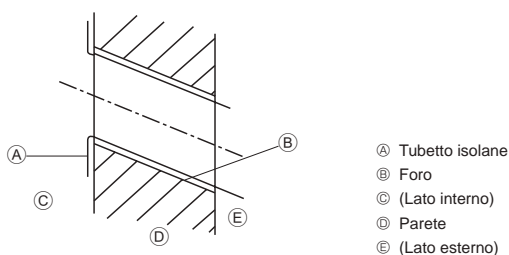

Fig. 3-3
- Ⓐ Piastra di montaggio ①
3.2.2. Fori della tubazione (Fig. 3-3)